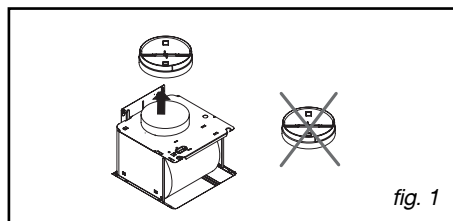

fig. 1
- Trek een horizontale lijn op minimaal 70 cm boven de kookplaat (A/fig.1).
- Trek een verticale lijn (B/fig.1) op de muur, gecentreerd in verhouding tot de kookplaat, vanaf het plafond tot de horizontale lijn (A).
- Plaats mal C1 (fig.1) op de muur door de lijn die het midden van de afzuigkap voorstelt op de verticale lijn B (fig.1) te leggen.
- Plaats de schouwsteun F (fig. 1) tegen het plafond en plaats de inkepingen op lijn B.
– Bevestig de metalen schouwsteun met behulp van de twee schroeven tegen de muur en tegen het plafond (fig. 1).
– Verwijder de terugslagklep (fig. 1).